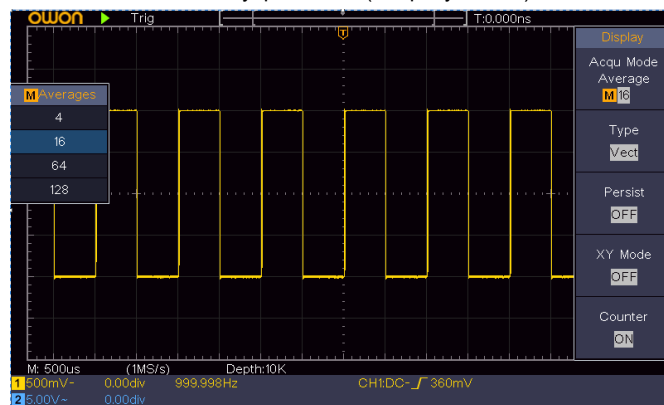

Рисунок 6.5. Подавление шума с помощью функции усреднения Average
- 3) Наблюдайте осциллограмму, поворачивая регулятор **M** и с его помощью меняя число усреднений (см. рисунок 6.5).